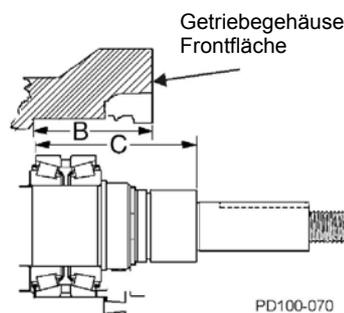
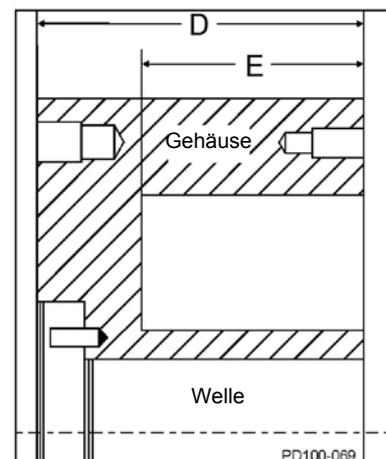

Abb. 53 Maße B und C messen
Abb. 54 Maße D und E messen
4. Wenn es notwendig ist, die geforderten Distanzscheiben für Ersatzwellen, Lager oder beides zu berechnen, siehe Abb. 53 und Abb.54; führen Sie die Messungen und Berechnungen auf drei Dezimalstellen durch (z.B. 0,059).
- Messen Sie „B“ im Getriebegehäuse u. „C“ auf der Welle (Abb. 53).
- Messen Sie „D“ und „E“ am Gehäuse (Abb. 54).